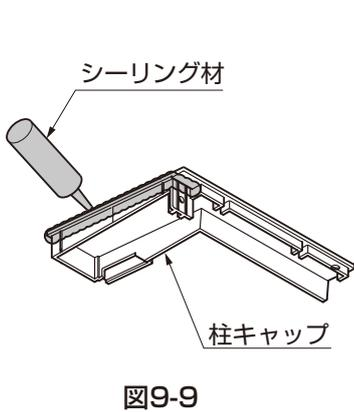
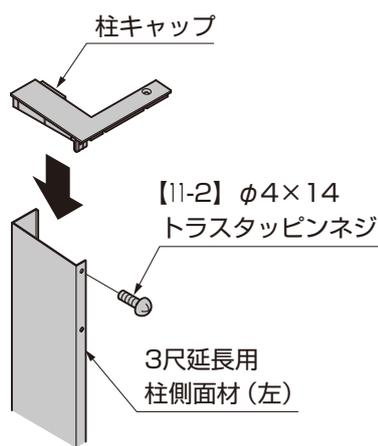
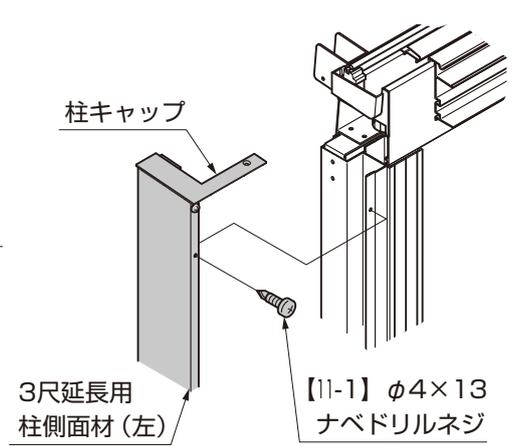

図9-9
図9-10
図9-11
- 【1-A】の場合、柱キャップにシーリングをし、【11-2】で柱側面材に取付けてから、柱側面材を3尺延長柱に取付けてください。(図9-9、図9-10、図9-11参照)
- ④ 図9-11を参照して、3尺延長用雨樋下部品に接着剤を塗ってください。